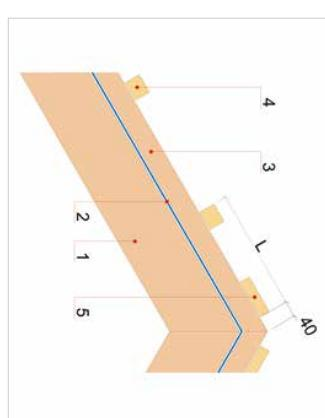

Рисунок 13
5.2.13 В ендове шаговая обрешетка заводится на сплошной настил ендовы до рейки крепления ендовы (Рисунок 13).